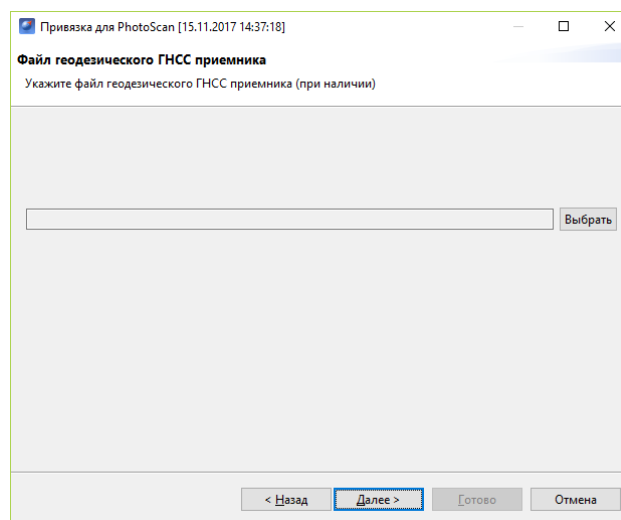

Рис. 127: Указание лога высокоточного приемника
5. Если съемка осуществлялась с участием высокоточного приемника, необходимо указать файл лога этого высокоточного приемника (рис. 127).